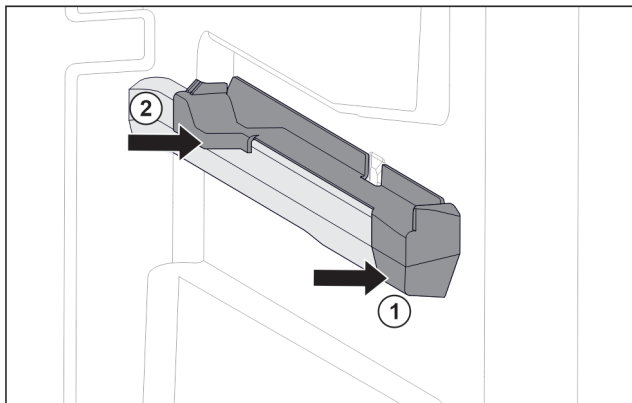

Fig. 94 Tillsats på den högra behållarens galler
- ▶ Sätt på tillsats i fram på behållarens galler. Fig. 94 (1)
- ▶ Tryck fast tillsats i bak. Fig. 94 (2)